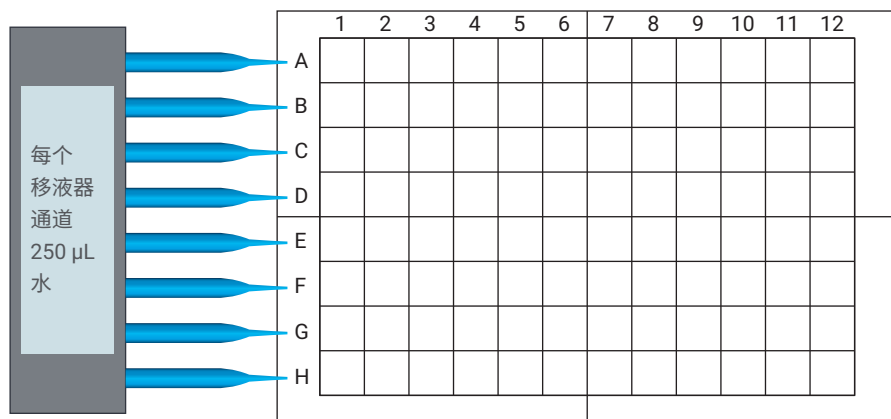

图 2. 使用 8 通道移液管填充凹槽孔
- 向每个凹槽孔（共 4 个）中添加 1.0 mL 细胞培养级水。将 8 通道移液器设置为 250 μ L，一次性移液到两个孔中，可实现这一操作。如图 2 所示，向平行于第 1 列和第 12 列的凹槽孔中移液，填充所有 4 个孔